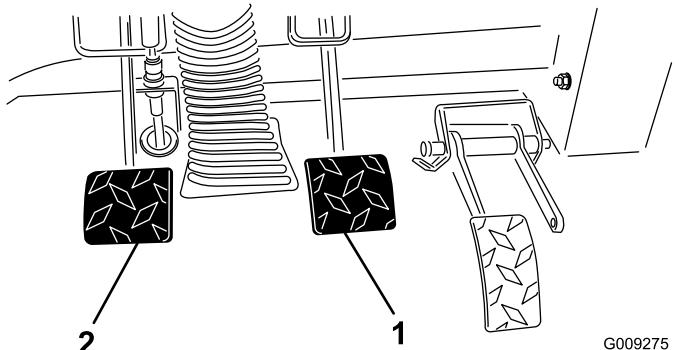

Figura 70
2. Sollevate il pedale del freno (Figura 70) fino a quando non viene a contatto con il telaio.
3. Allentate i controdadi che fissano la forcella all'albero del cilindro principale (Figura 70).